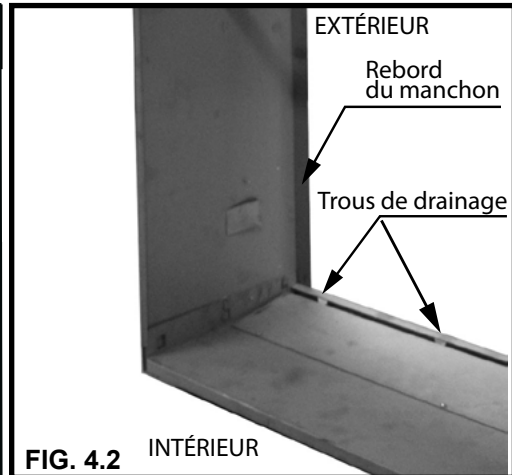

FIG. 4.2 INTÉRIEUR
- PENDANT L'ASSEMBLAGE DU MANCHON MURAL, VEILLEZ À CE QUE LES REBORDS DU PANNEAU LATÉRAL ET LES TROUS DE DRAINAGE DU PANNEAU DE BASE SE TROUVENT SUR LE MÊME CÔTÉ DU MANCHON MURAL. VOIR LA FIG. 4.2.